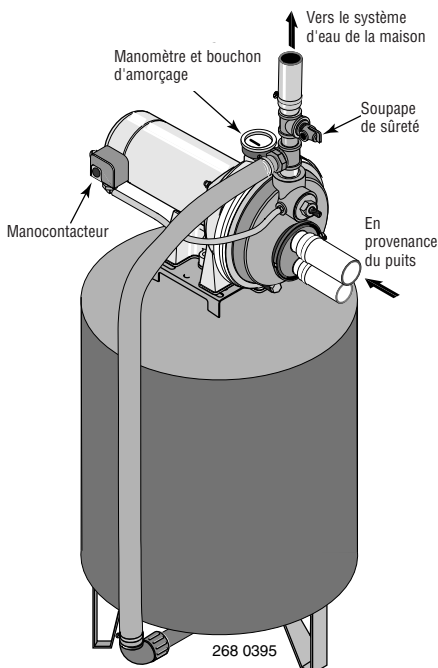

Figure 12 : Branchements sur un réservoir préchargé
BRANCHEMENT SUR UN RÉSERVOIR PRÉCHARGÉ (Figure 12)
- 1 ° Poser un raccord court et un té dans l'orifice de refoulement de la pompe (voir la Figure 12). Le diamètre du tuyau doit être au moins aussi grand que le diamètre de l'orifice de refoulement. Poser un tuyau rigide ou un tuyau souple renforcé entre une des branches du té et l'orifice du réservoir préchargé.